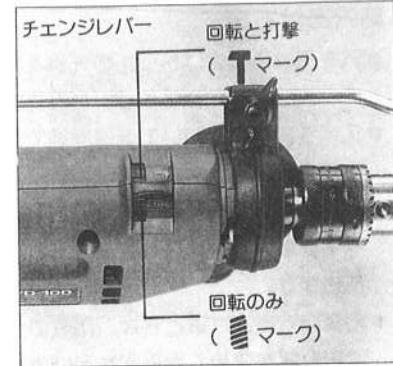

図5
- チェンジレバーを移動させると切替えることができます。チェンジレバーは最後まで移動させてください(図5参照)。